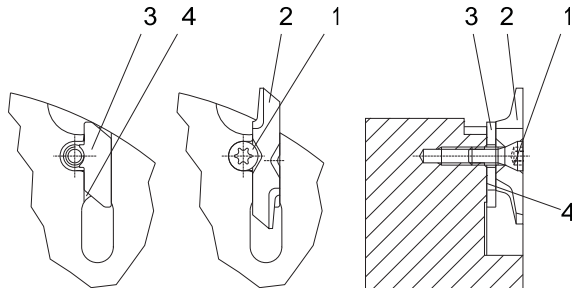

Abb. 7
(s. Abb. 7)
6. Gewendetes oder neues Vierkantmesser präzise einsetzen (s. Abb. 7).